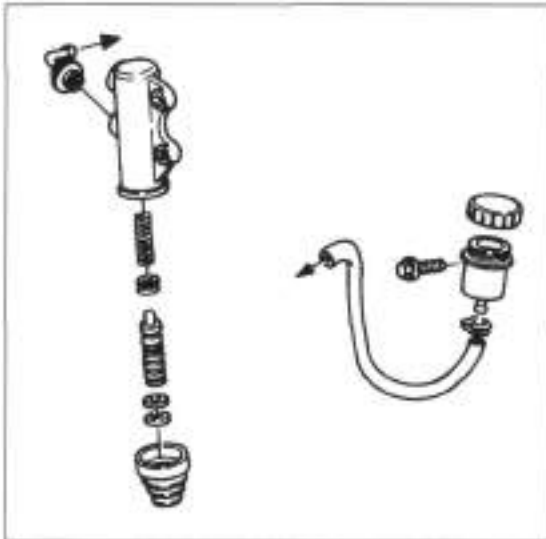

Bild 222
- Hydrauliksystem entgegen dem in Bild 47 angegebenen Entlüftungsschema nach Ablauf in Bild 222 befüllen. Dabei Schlauch in Behälter mit Bremsflüssigkeit enden lassen. Entlüften wie in Kapitel 3.14 Seite 22 beschrieben.